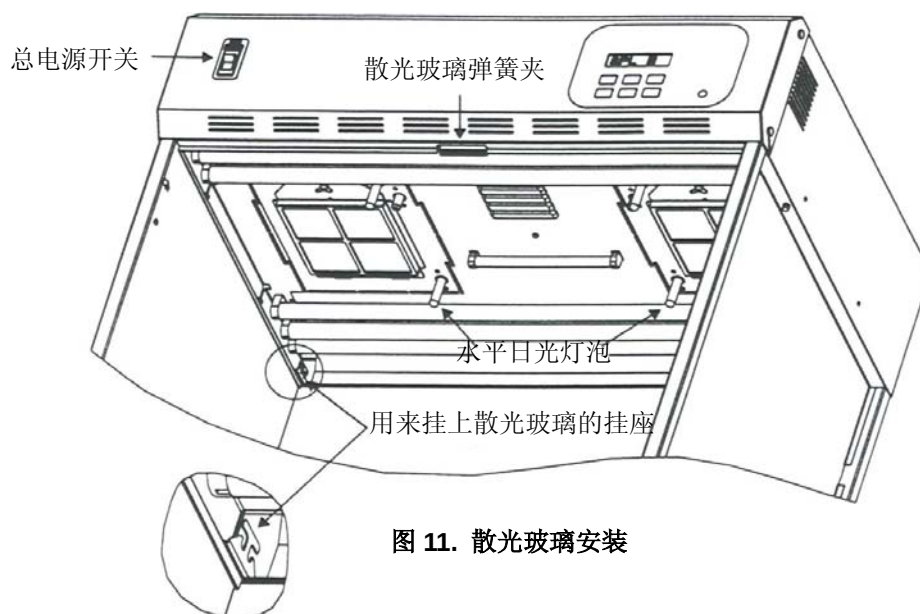

图 11. 散光玻璃安装
- 把散光玻璃镜框上两边的挂钉挂到灯箱近背板位置两旁的挂座上。玻璃滑面向灯管, 凹凸面则面向观察箱内部。见图 11